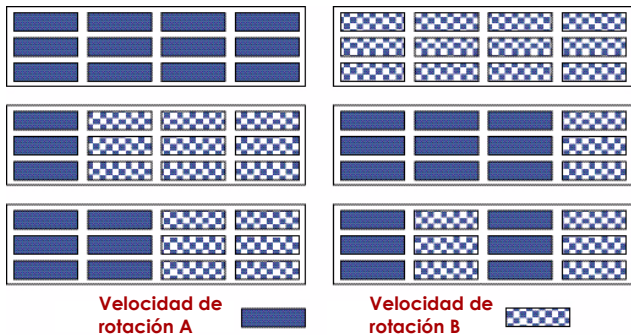
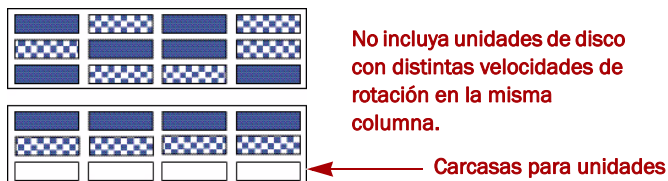

Figura 11. Configuraciones admitidas de las unidades
Figura 12. Configuraciones no admitidas de las unidades
- Se pueden instalar unidades con velocidades de rotación diferentes (como las unidades SAS y SATA) en la misma matriz de expansión (Figura 11), pero no se deben instalar en la misma columna ni separarse mediante una columna de unidades con distintas velocidades de rotación (Figura 12 en la página 4). Si va a combinar unidades con velocidades de rotación diferentes, use las figuras siguientes para planificar dónde va a colocar las unidades de disco.